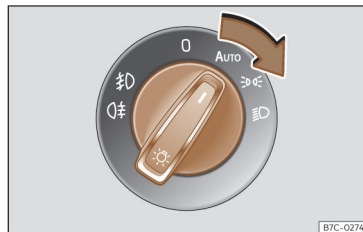

Fig. 78 Painel de instrumentos: comando das luzes.
• Ligue a ignição e rode o comando das luzes para a posição desejada >>> **Fig. 78.**